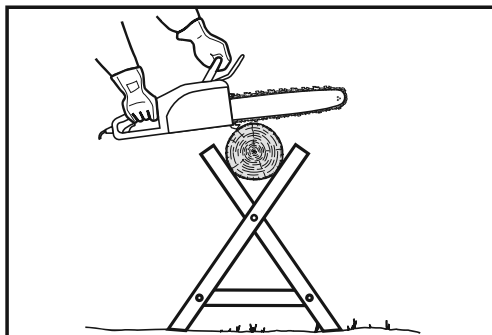

Fig. 33
5. Coloque pequenos troncos sobre uma estrutura de corte ou sobre outro tronco durante o corte transversal (Fig. 33).